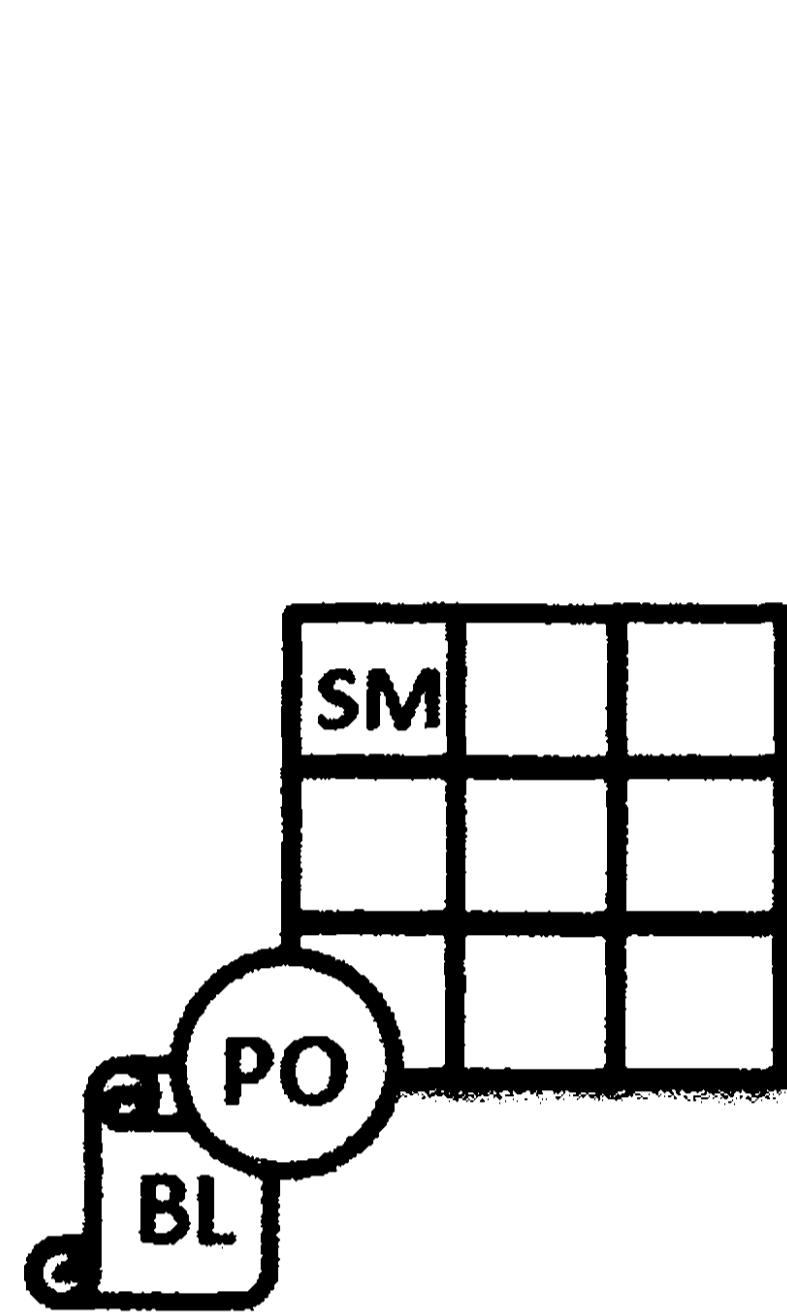

Рис. 2.38. *Scrum*
Команда в *Scrum*, как отмечалось выше, состоит из небольшого числа людей (от 5 до 9 человек) с целью осуществления эффективного управления. Из числа команды назначается скрам-мастер (SM), который отвечает за проведение ежедневных скрам-митингов, благоприятный климат в команде и организацию подведения итогов очередного спринта (рис. 2.38).